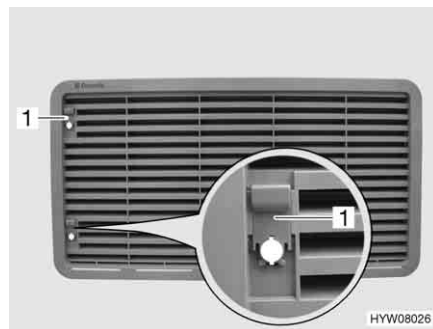

Fig. 166 Griglia di aerazione del frigorifero (con cursore)
- Spingere il cursore (Fig. 166,1) verso l'alto.